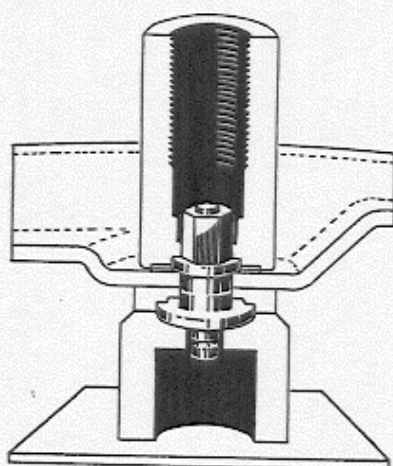

Abb. 27.
3. Werkzeug drehen und auf dem Bolzen zentrieren. Prüfen, ob das Werkzeug mit dem Bolzen fluchtet. Alle Teile mit dem Werkzeug zusammenpressen, siehe Abb. 27. Bei einem maximalen Druck von 8 t Presse abstellen. Durch Drehen des Werkzeuges feststellen, ob der Bolzen sich nicht zu leicht bewegt. Falls er sich zu leicht bewegt, mehr Druck anwenden.